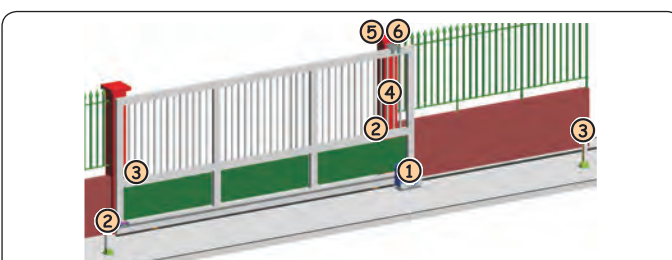

Fig. 3
4. Predisporre i cavi elettrici per il collegamento con gli accessori e l'alimentazione elettrica come da Fig. 3.